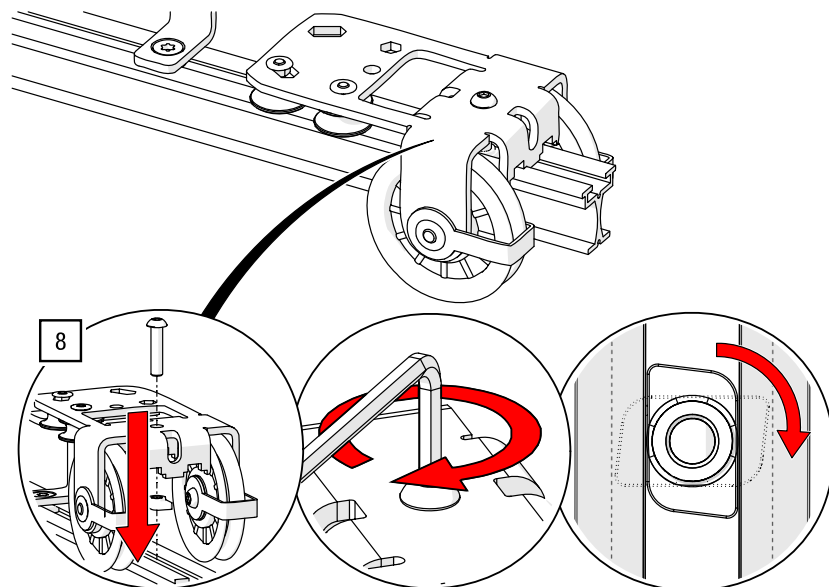

Abb. 94: Obenliegende Seilführung – Ableitrolle OSF montieren
8. Positionieren Sie die Ableitrolle an der gewünschten Position und montieren Sie diese mit einem ISK SW 5 und 27 Nm (siehe Abb. 94).
- Positionieren Sie die Ableitrolle an der gewünschten Position und montieren Sie sie mit einem TORX®-Schlüssel T40 und 27 Nm (siehe Abb. 94).